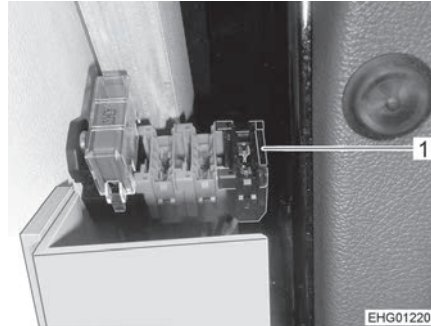

Bild 132 Sicherungshalter bei Linkslenker (Ford)
- Sicherung am Sicherungshalter (Bild 132,1) wechseln.